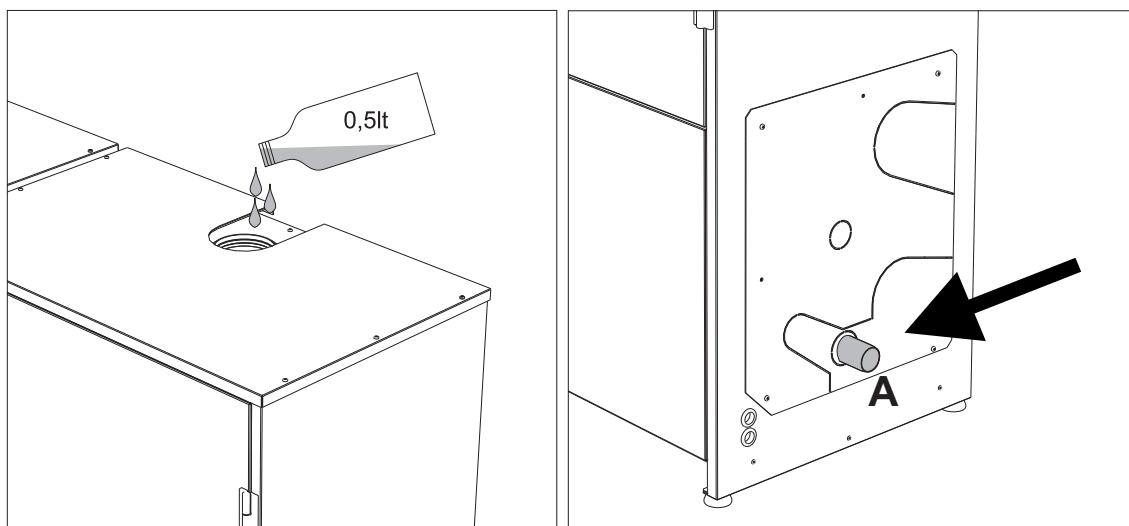

fig. 57 - Collegamento scarico condensa
2. Collegare la tubazione dello scarico caldaia e scarico condensa (A - fig. 57) ad un impianto di smaltimento.